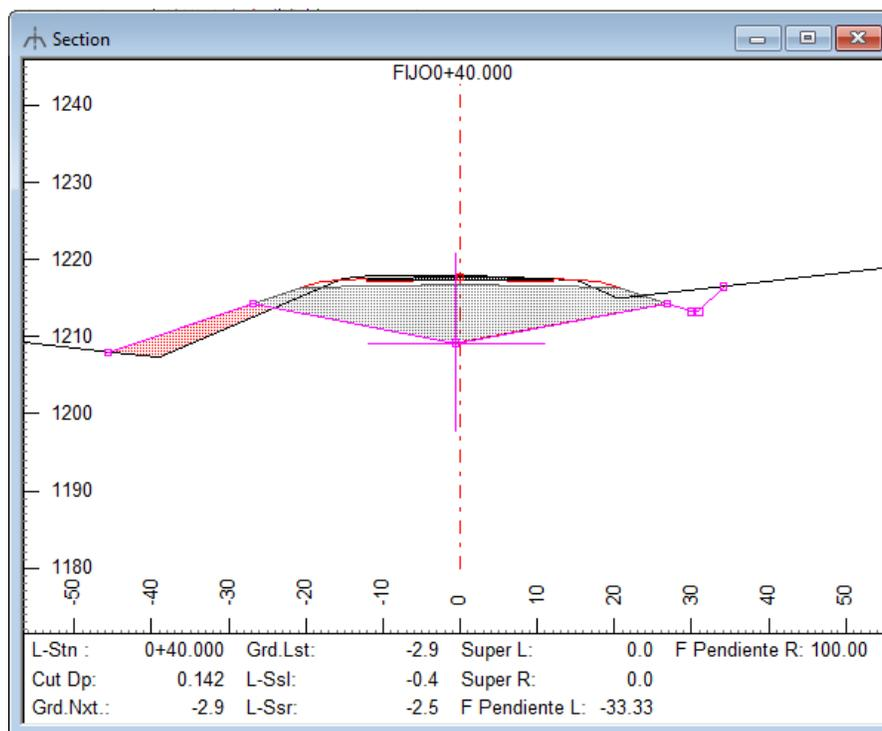

Figura 27-4 Vista de Sección Transversal con Polilínea SG Seleccionada
13. La capa de subrasante (SG) deberá estar resaltada en magenta en la ventana de sección.
14. <Clic-derecho> en la Ventana de sección | seleccione *Añadir Editar Polilínea Pt. Herramienta*. Haga clic y arrastre el punto IP central. Ver Figura 27-4.